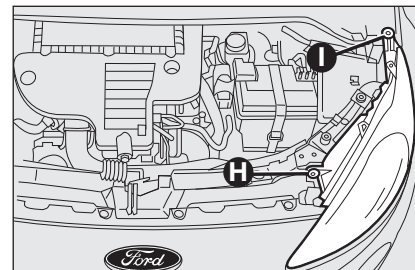

fig. 14
- dopo aver sollevato il cofano motore, svitare le viti di fissaggio **H** ed **I** ubicate nei punti illustrati in **fig. 14**;